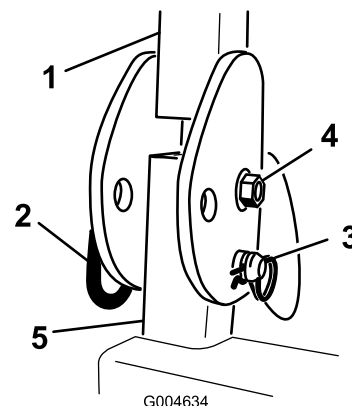

Figura 6
1. Rimuovete le coppiglie e le due spine dal roll bar (Figura 6).
2. Alzate completamente il roll bar e montate le due spine, quindi fissatele con le spine delle coppiglie (Figura 6).